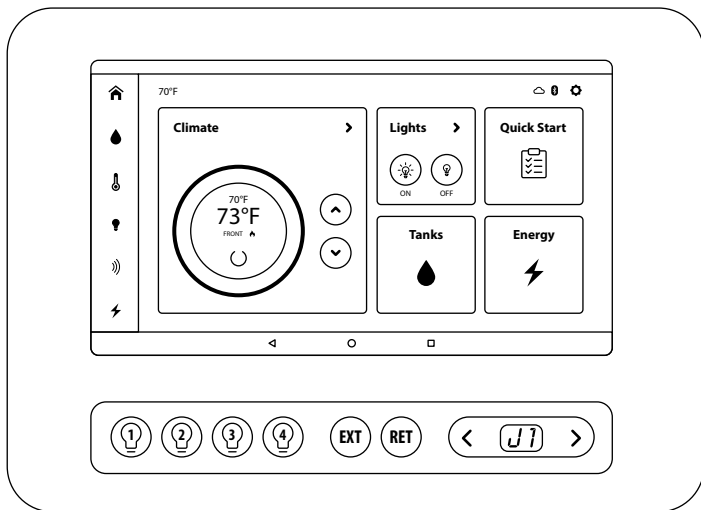
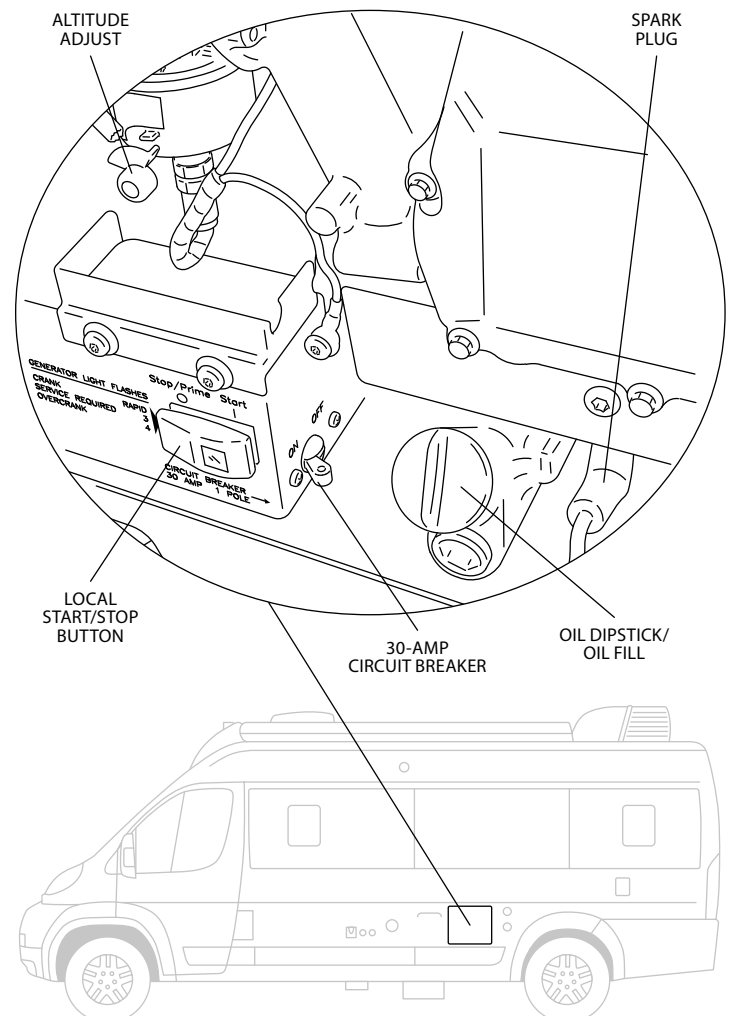

ABBILDUNG 9: STEUER-TABLET
ABBILDUNG 12: GENERATORFACH
In diesem Van zeigt das Steuer-Tablet den Status vieler Systeme des Vans an. Siehe ABBILDUNG 9: STEUER-TABLET auf dieser Seite.
Siehe ABBILDUNG 12: GENERATORFACH auf dieser Seite.
3. Der Ein-/Ausschalter **START/STOP** für den Generator befindet sich in der Regel auf der Steuertafel. Siehe ABBILDUNG 9: STEUER-TABLET auf Seite 21. Am Generator selbst befindet sich ein zweiter **START/STOP** Schalter. Falls der Generator über den Schalter im Wohnmobil nicht starten sollte, versuchen Sie es mit dem Schalter am Generator. Einige Generatoren können manuell mit einem Zugseil gestartet werden, ähnlich wie bei einem Rasenmäher. ABBILDUNG 12: GENERATORFACH auf Seite 22.